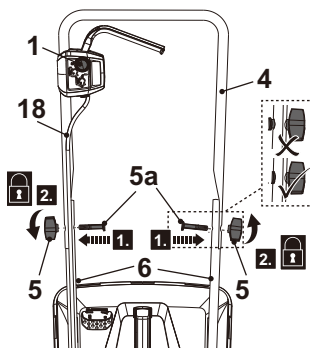

Fig. 2
1. Maintenez la barre de guidon supérieure (4) avec le bouton de l'interrupteur de sécurité (1) orienté vers le haut. Alignez les trous de montage de la barre de guidon supérieure (4) avec ceux des barres de guidon inférieures (6).
2. Insérez les boulons (5a) dans les trous de montage de la barre de guidon supérieure (4) et des barres de guidon inférieures (6) jusqu'au bout (Fig. 2, étape 1).
3. Assurez-vous que le câble électrique (18) coure le long des barres de guidon.
4. Fixez les barres de guidon de l'autre côté en tournant les pommeaux (5) sur le filetage du boulon (5a) (Fig. 2, étape 2).